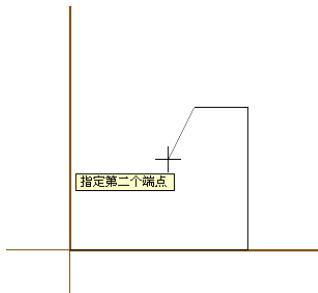

图 3-39 绘制第三条直线
- 05 系统提示“指定第二个端点”，在“长度”按钮 L 后面的输入框中输入第一条直线的长度为 30，并按回车键；在“角度”按钮 A 后面的输入框中输入 180，并按回车键，即可完成第三条直线的绘制，结果如图 3-39 所示。